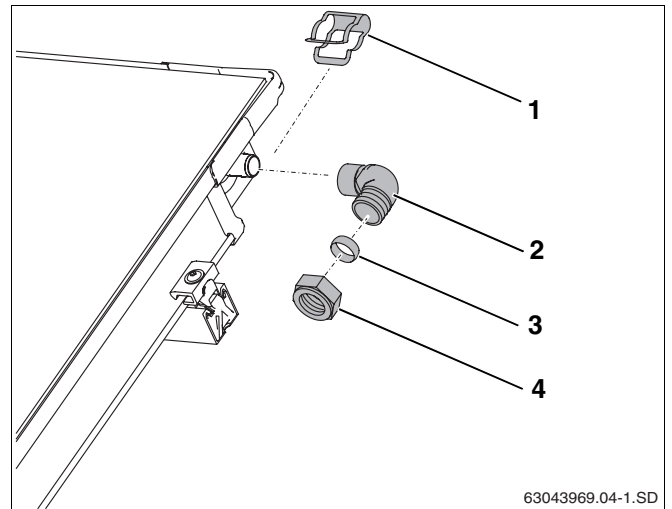

Fig. 57 Montaje de la tubería de impulsión (sin purgador en el tejado)
- ▶ Ajuste el ángulo (fig. 57, **pos. 2**) con el anillo de unión y la tuerca de racor a la conexión del colector.
- ▶ Asegure el ángulo con una abrazadera (fig. 57, **pos. 1**).